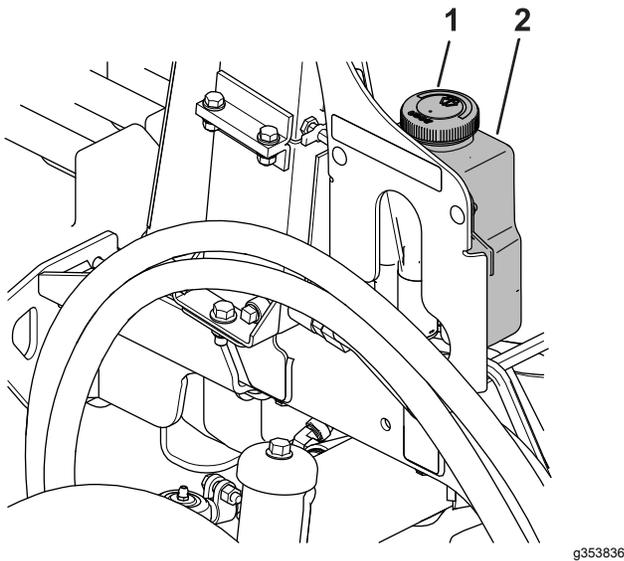

Рисунок 90
- Снимите крышку бачка (Рисунок 90).